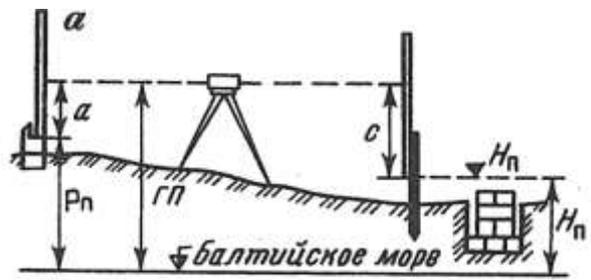

Рис. 2. Схема разбивки и контрольных высот фундамента
5. Выставьте проектную высоту верха фундамента на обноске (рис. 2), если высота репера $P_n = 34,017$, отсчет по рейке $a = 0716$, проектная высота фундамента $H_n = 32,825$.